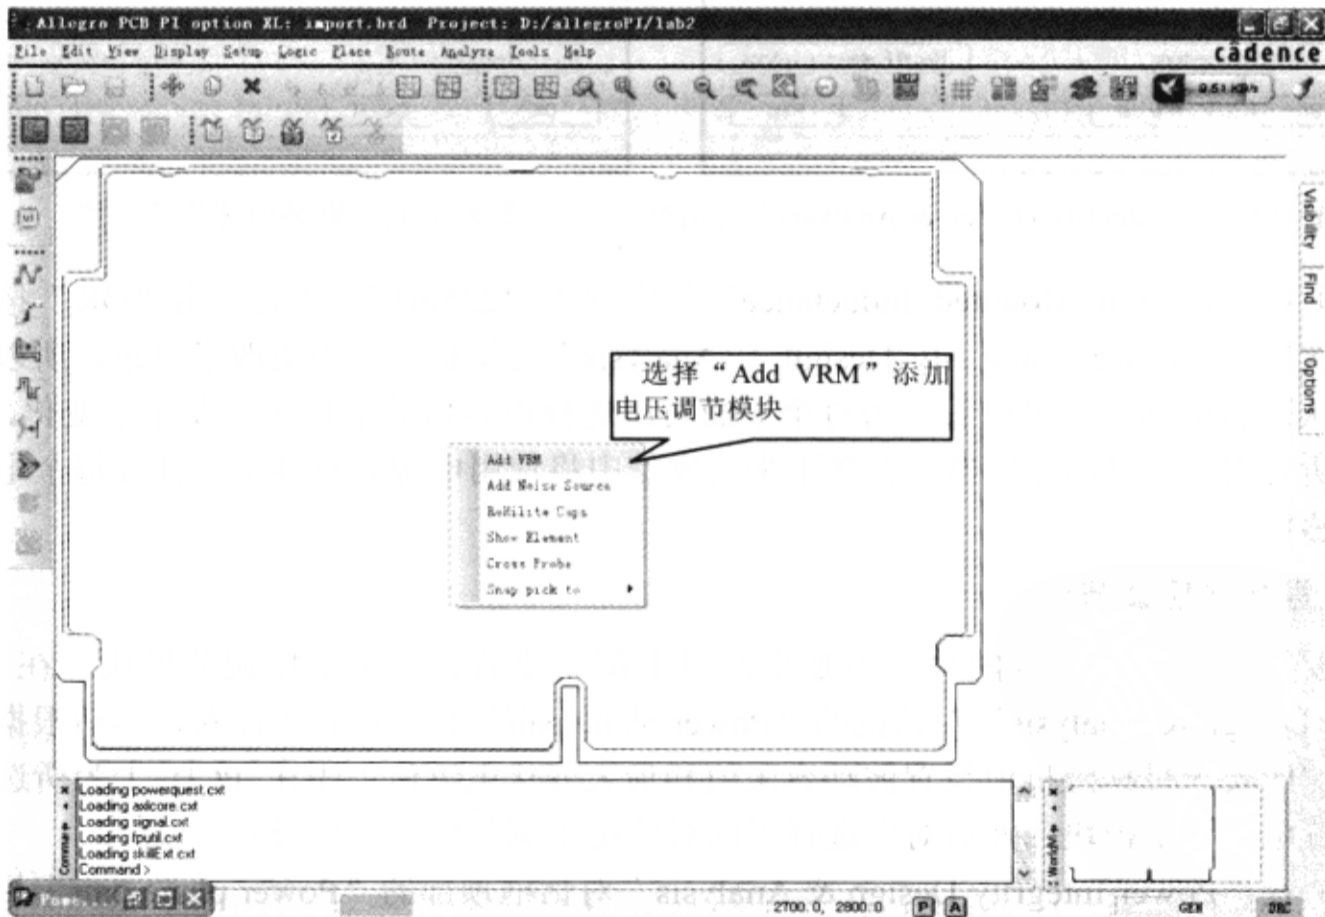

图 8-8-44 添加电压调节模块
(2) 在 Allegro PCB PI option XL 窗口中单击鼠标右键，在弹出的菜单中选择“Add VRM”，这时一个代表电压调节模块的图标就会跟随光标移动，如图 8-8-44 所示。